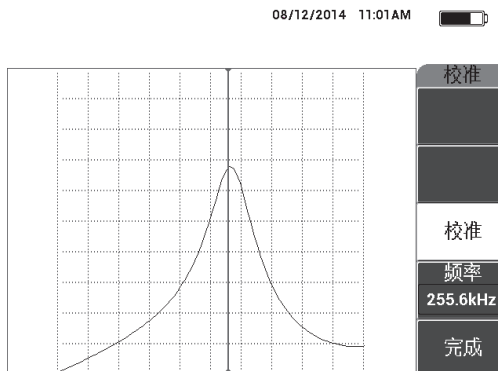

图 6-47 校准屏幕
6. 按**完成**（E 键）（参见第 145 页的图 6-47）。